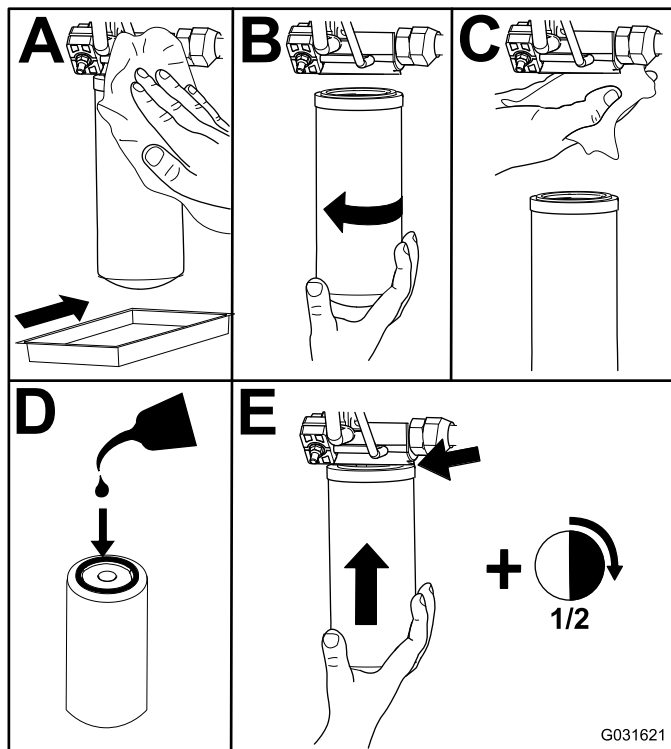

Figura 74
2. Cambie los filtros hidráulicos (Figura 74).